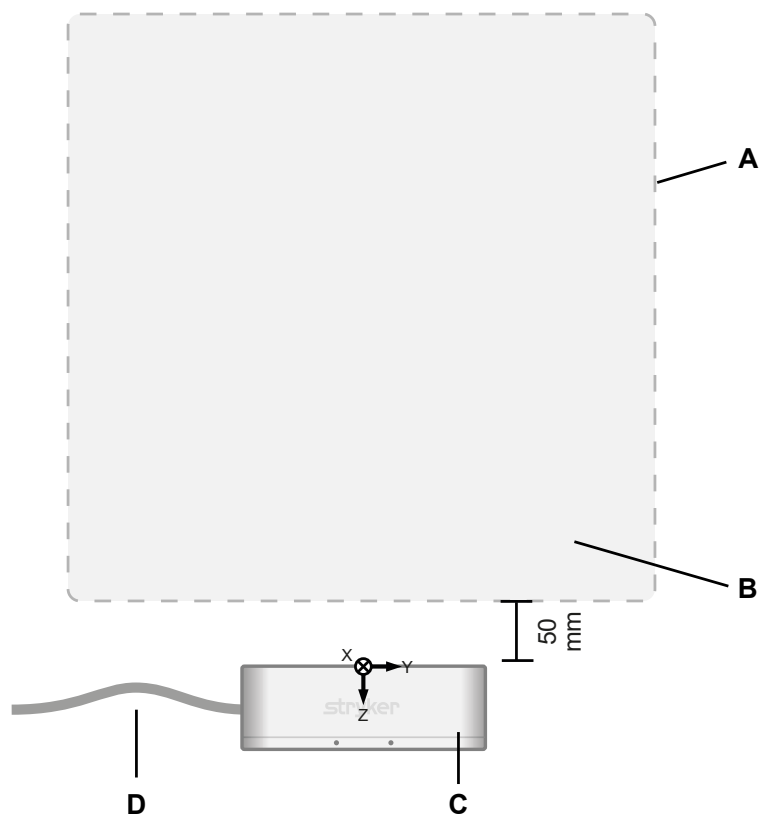

图 2 - 磁场发生器的定位 (顶视图)
5. 定位磁场发生器安装臂，使磁场发生器与患者手术区域之间的距离为 50 毫米。参考图 2。